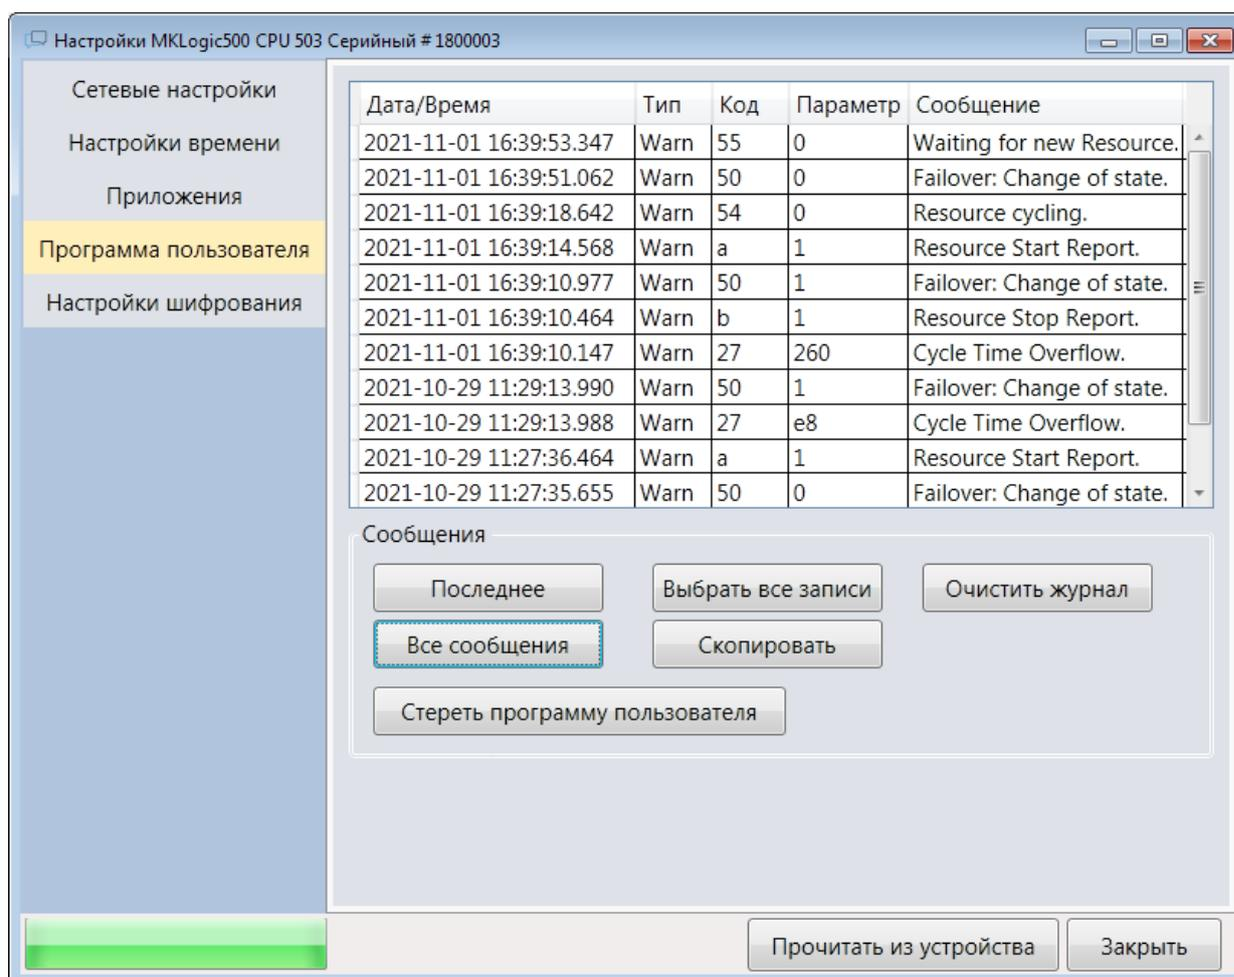

Рис. 5.3 – Сообщения об ошибках при зацикливании программы пользователя
- активный CPU отправляет сообщения с кодами 54 и 55 в журнал сообщений (см. п. 5.3.1 и Рис. 5.3);